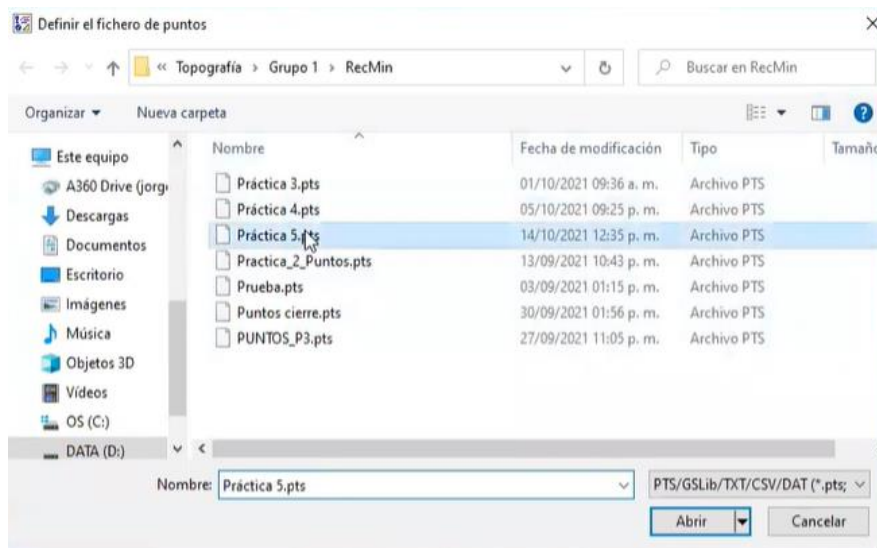

Figura 287. Archivo importado.
41. En la nueva pestaña, buscar y seleccionar el archivo que se importó. Presionar “Abrir”. Figura 287.